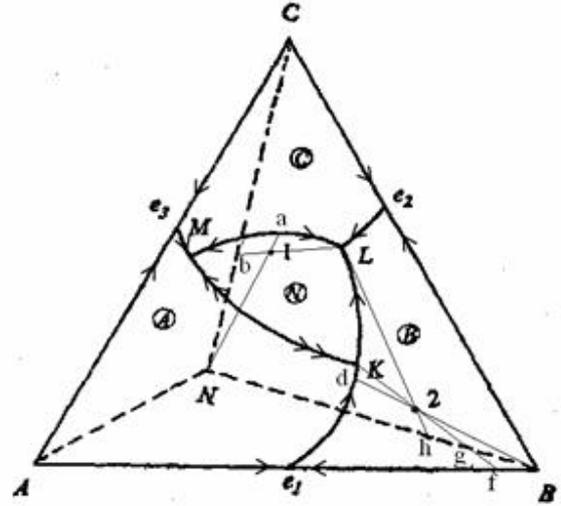

图6-12
6-24图6-12所示为生成一个三元化合物的三元系统相图。(1) 判断三元化合物N的性质；(2) 标出界线上的温降方向(转熔界线用双箭头)；(3) 指出无变量点K、L、M的性质, 并写出相平衡方程；(4) 分析点1、2的结晶过程, 写出结晶过程的相平衡表达式。